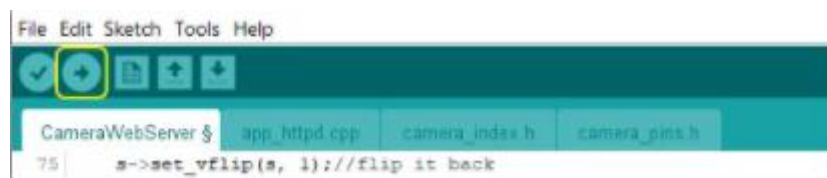

Рисунок 2.17 – Прошивання плати
**Крок 6.** Завантажуємо код програми до плати, для цього натискаємо кнопку *upload*, не забувши попередньо підтягнути пін GPIO0 до землі (рис. 2.17):